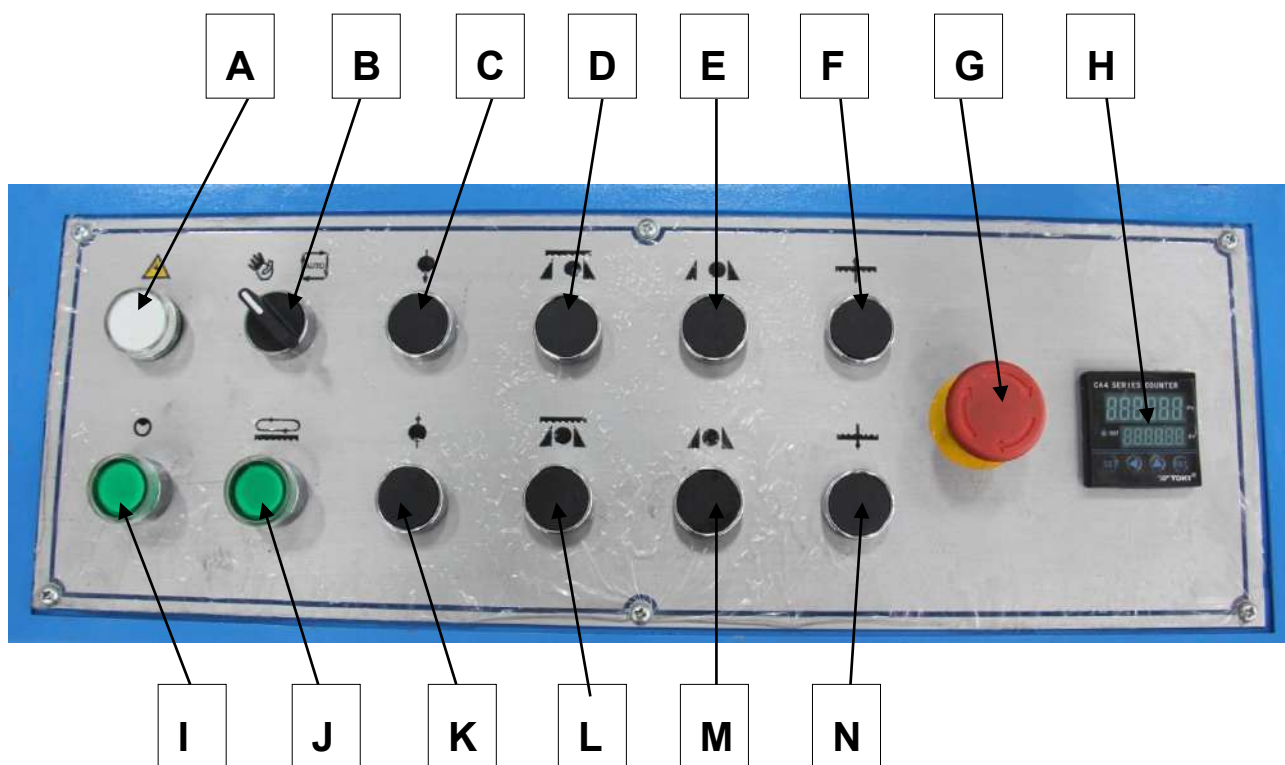

Рис. 2
- (1) Прочитать всю инструкцию по эксплуатации.
- (2) Удалить все инструменты и посторонние предметы удалены со станка.
- (3) Надеть защитные очки, убрать свободную одежду или длинные волосы.
- (4) Подключить ленточную пилу к электросети.
- (5) Поднять ленточную пилу и закрыть рукоятку управления подачей, чтобы удерживать пилу на месте.
- (6) Запустить ленточную пилу, удерживая палец рядом с кнопкой EMERGENCY STOP/OFF (Рис. 2) в течение всего времени пробного запуска. Ленточная пила должна работать плавно с небольшой вибрацией или без нее.